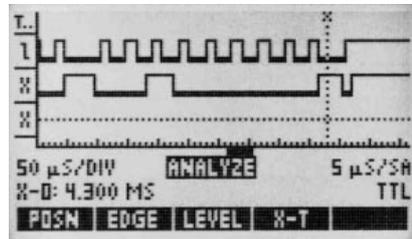
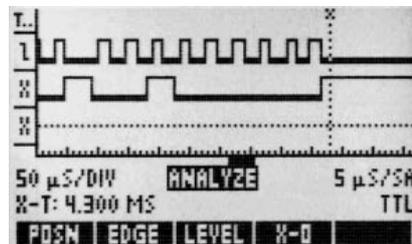

рис.9
рис.10
Микроконтроллер связан с EEPROM посредством двунаправленной, обслуживающей много устройств шины I2C, разработанной фирмой Philips. Эта двухканальная шина (включающая линию данных и линию тактового сигнала) обеспечивает скорость передачи данных до 400 кГц. Позже в конструкции системы управления начали появляться ошибки при передаче данных из буфера EEPROM в его ячейки памяти. Поскольку эта проблема возникла после внедрения новой версии программного обеспечения, стало понятно, что причина состоит именно в этом. Логический пробник HP LogicDart оказался совершенным средством отладки. При наличии трех входных каналов и объема памяти 2К точек для каждого канала этот пробник мог захватывать полный цикл записи EEPROM. Используя режим Analyze при запуске по перепаду на линии тактового сигнала и однократный сбор данных, сначала проводился захват правильного цикла записи (рис.9).
Затем проводился захват неправильного цикла записи (рис.10). С помощью имеющихся у пробника функций масштабирования и прокрут-
**Миниатюрный ЧМ радиоприемник** описан в статье **З.Раабе** ("Elektronika praktyczna", Польша, 3/99). Схема приемника (**рис.9**) настолько проста, что ее может легко собрать даже неопытный радиолюбитель. "Сердцем" приемника является микросхема TDA7000 (отечественный аналог К174ХА42). Ее параметры: напряжение питания 2,7...10 В, потребляемый ток 8 мА, рабочий диапазон частот 1,5...110 МГц, чувствительность 1,5 мкВ. Катушка L1 выполняется в виде рисунка на печатной плате (**рис.10**). Сигнал с выхода 2 микросхемы IC1 поступает на усилитель мощности LM386 (отечественный аналог 1438УН2), нагрузкой которого является громкоговоритель LS1 сопротивлением 8 Ом.